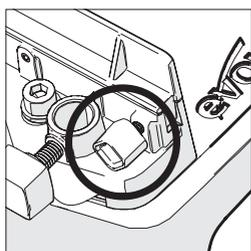

Fig. 5
- Desaperte o parafuso manual (Fig. 5).